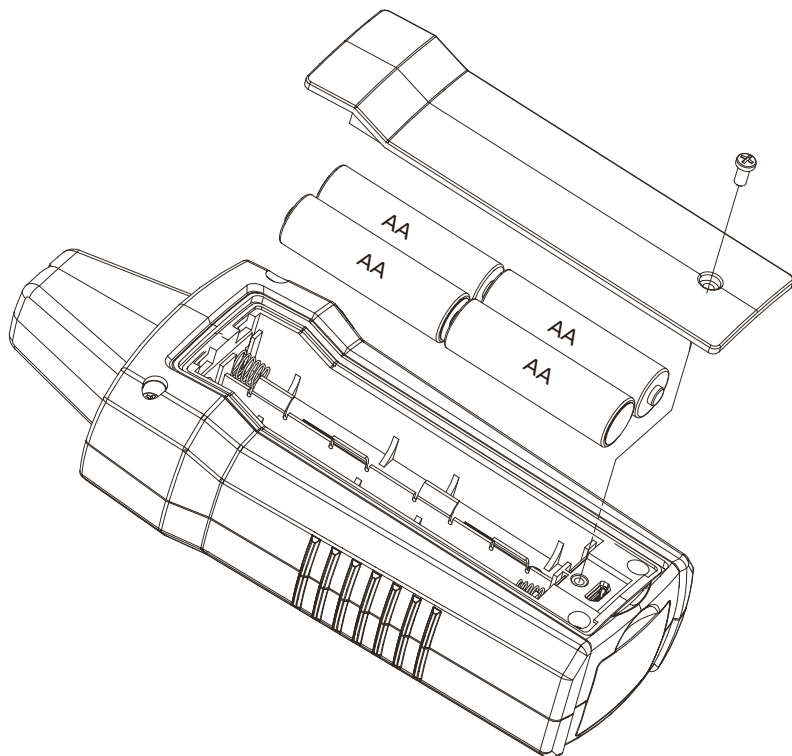

Figura 5.1: Cambio de las pilas del Receptor
4. Reemplace las pilas, tal como se muestra en la figura 5.1. Observe la polaridad de las pilas, tal como se muestra en el compartimiento de las pilas.